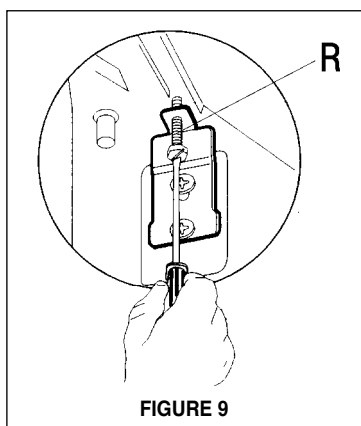

FIGURE 9
5. Mettre la hotte de niveau. La hauteur de la hotte peut être réglée en tournant les vis (R) tel qu'il est indiqué à la **FIGURE 9**, de chaque côté du ventilateur.